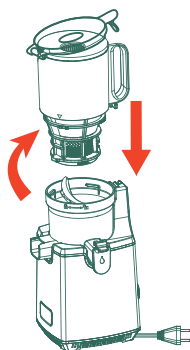

Fig. 11
2. Retirez le tube d'alimentation. Tournez le tube dans le sens inverse des aiguilles d'une montre jusqu'à ce que le ▲ soit aligné avec le " " du bol de pressage pour déverrouiller le système de sécurité. (Fig. 11)